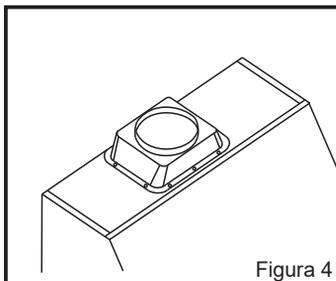

Figura 4
Aperte (2) duas buchas do tipo "A" niveladas na parede, como mostra a Figura 4, sobre seus locais marcados anteriormente para montagem do corpo da coifa.